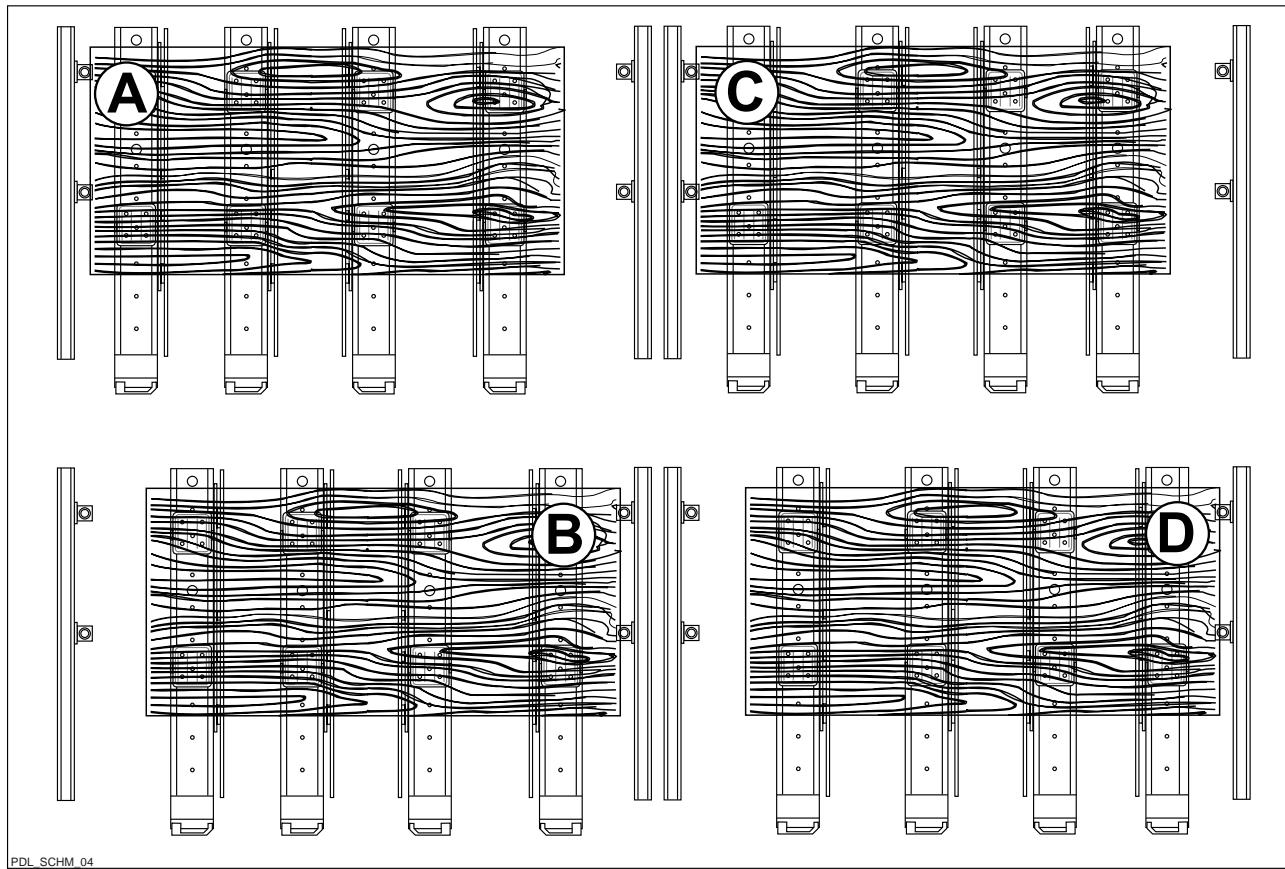

Fig. 4
**3) doppio zero di riferimento centrale ravvicinato per poter sfruttare al massimo i campi A - C o B - D (fig. 4)**